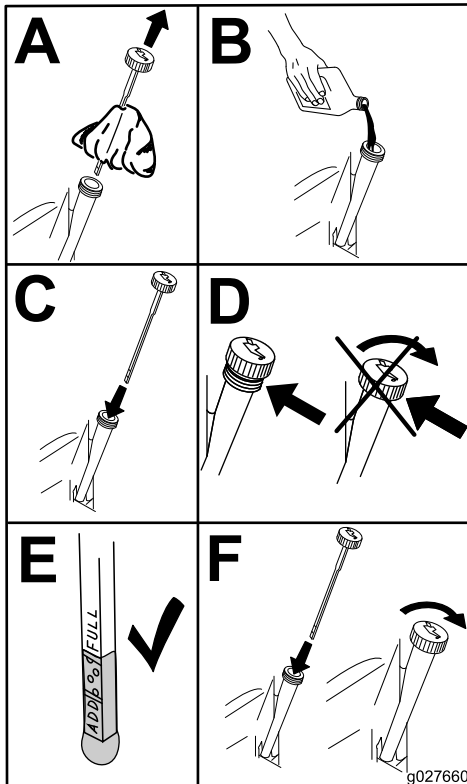

Figura 40
4. Cambie el aceite del motor, según se muestra en **Figura 40**.